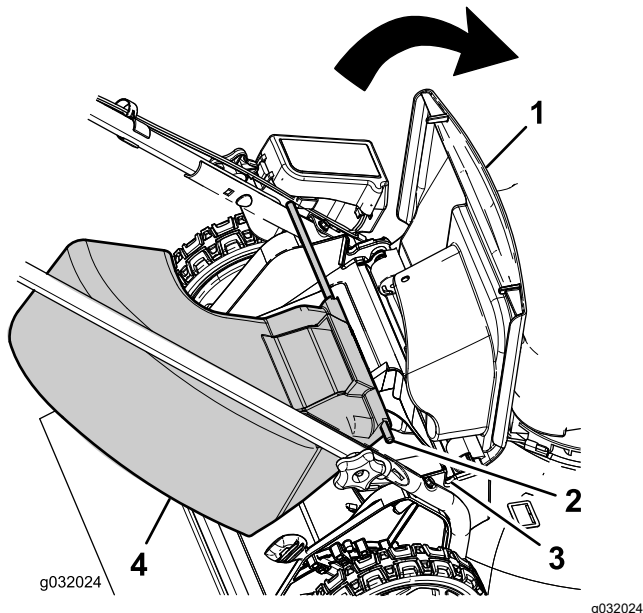

Figura 15
1. Ridicai deflectorul spate (Figura 15).
2. Introduceți capetele tijei jgheabului de evacuare laterală în canelurile de pe consolele mânerului (Figura 15).